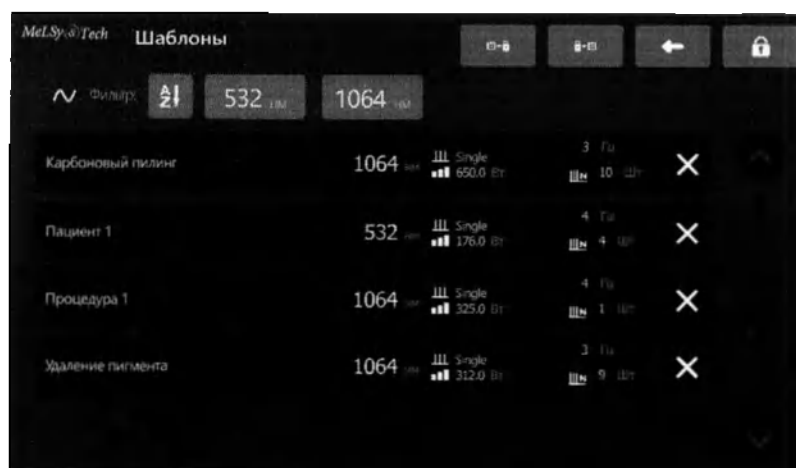

Рис.12.4 – Загрузка шаблона
12.5. Параметры и режимы работы, отображенные на рис.12.4 – 12.6 являются вымышленными и не являются рекомендациями и методиками к проведению процедур.
12.6. Для того чтобы быстро загрузить сохраненный шаблон, нажмите кнопку . После нажатия кнопки появится окно со списком сохраненных Вами шаблонов, как показано на рис.12.4.